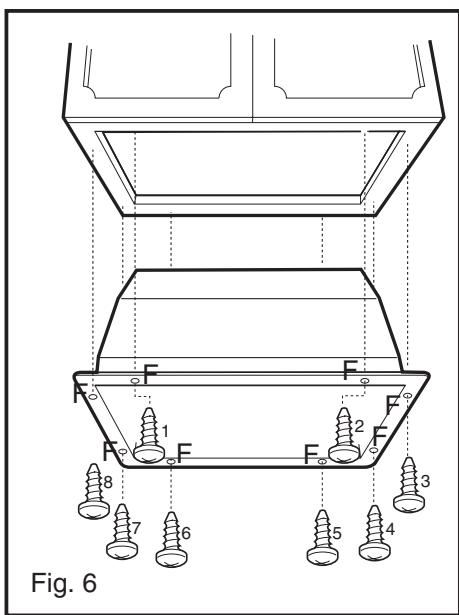

Fig. 6
- Die Oeffnung ,welche in den Boden des haengenden Elements gemacht werden muss,muss dem Mass auf Bild 6 entsprechen.
- c) Schrauben sie die beigelegten Schrauben in die Loecher F und befestigen sie damit die Einrichtung auf das haengende Element (Bild 6).